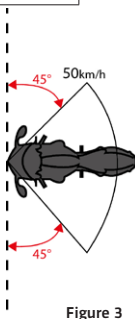

Figure 3
Le système Tech-Air® Off-Road devrait se gonfler et assurer une protection dans les 200 millisecondes suivant le début de l'accident, dans les accidents où une moto heurte un véhicule ou un obstacle (figure 3) dans ces conditions :
Angle d'impact (Fig. 3)	De 45° à 135
IMPORTANT ! La figure 3 décrit l'enveloppe de protection dans laquelle le système Tech-Air® Off-Road est censé se gonfler et protéger dans les 200 millisecondes qui suivent le début de l'accident. À des vitesses supérieures à 50 km/h ou en dehors de l'angle déclaré, le système est censé se déployer également. Toutefois, en dehors de l'enveloppe de protection, le système peut ne pas être complètement gonflé avant qu'il n'y ait contact entre l'obstacle et l'utilisateur.
- Le système Tech-Air® Off-Road est censé se gonfler et assurer la protection dans les 200 millisecondes qui suivent le début de l'accident, dans les cas où la moto heurte un véhicule ou un obstacle (figure 3) et où l'utilisateur est assis ;
- Le système Tech-Air® Off-Road est censé se gonfler et protéger dans les 300 millisecondes qui suivent le début de la collision, dans les cas où la moto heurte un véhicule ou un obstacle (figure 3) et que l'utilisateur est debout ;